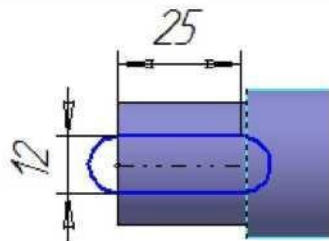

Рис. 7
21. Щелкните на элементе *Эскиз:2* правой клавишей мыши и выполните из контекстного меню команду *Редактировать*. Система перейдет в режим редактирования эскиза (рис. 7).